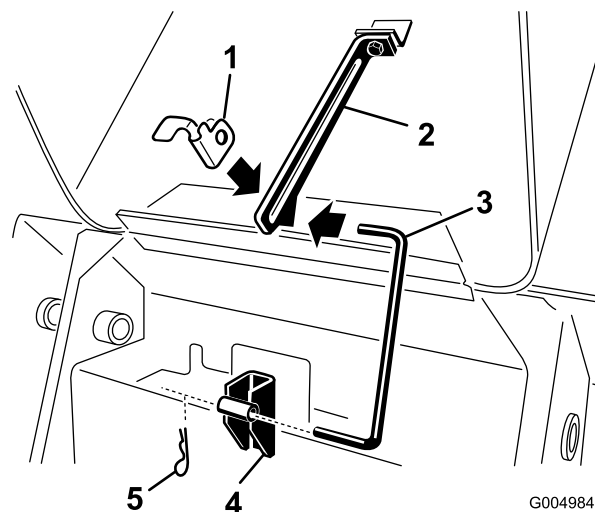

Figura 41
3. Tirare la chiavetta a forcella dall'estremità inferiore dell'asta di supporto del cofano e sfilare l'asta di supporto dalle staffe e dalla linguetta dell'asta di supporto (Figura 41).
7. Installare l'asta di supporto nelle staffe e nell'apposita linguetta e fissarla con la chiavetta a forcella (Figura 41).